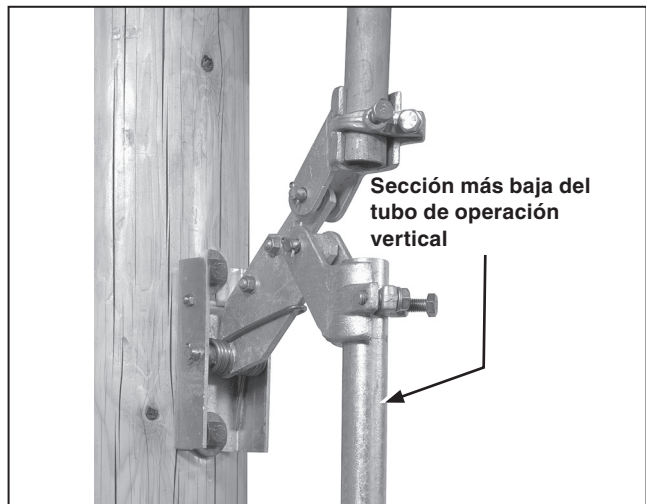

Figura 20. Instalando la sección del tubo de operación más baja en la guía para varilla.
PASO 18. Inserte el extremo superior de esta sección del tubo en el cople de la guía para varilla más baja (o, si sólo se usa una sección de tubo vertical, el cople de la palanca angular) y, mientras sujeta la palanca de operación en un punto de aproximadamente 20 grados de la posición Cerrado, apriete el tornillo de abrazadera de la guía para varilla (o palanca angular). Ver Figura 20.